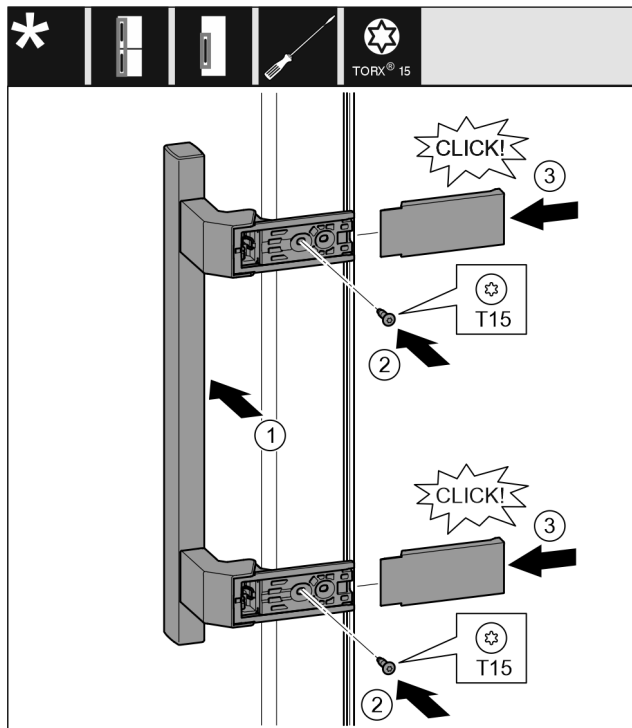

Fig. 17
- Nasadíte madlo na protilehlé straně. Fig. 17 (1)
- Šroubovákem T15 pevně utáhněte šrouby. Fig. 17 (2)
- Kryty bočně nasadíte a nasuňte. Fig. 17 (3)